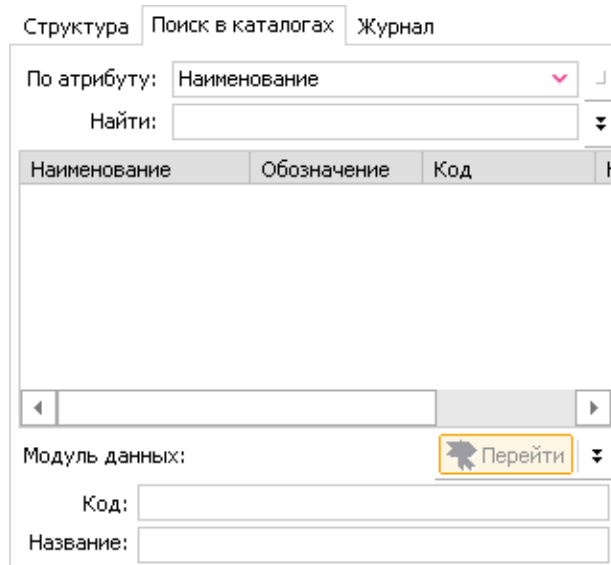

Рис. 73
3. В левой части окна TG Browser, рядом с вкладкой **Структура** откроется вкладка **Поиск в каталогах** (Рис. 73).
5. Вернитесь на вкладку **Поиск в каталогах**. Укажите название атрибута, по которому происходит поиск в первую очередь. Для этого в раскрывающемся списке **По атрибуту** выберите, например, **Наименование** (Рис. 73).